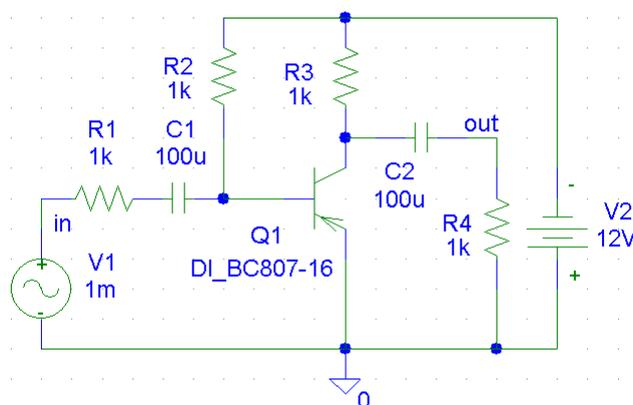

Рисунок 7.1 – Схема усилительного каскада на БТ
7.4.1 Создать новый проект и в PSpice Schematics подготовить схему усилительного каскада для анализа (**рис. 7.1**).